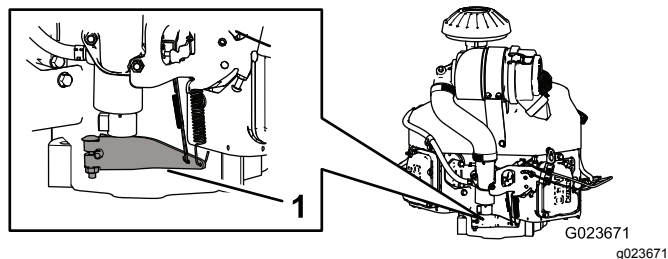

Рисунок 67
- Нажмите подпружиненный конец рычага регулятора оборотов вниз (Рисунок 67).